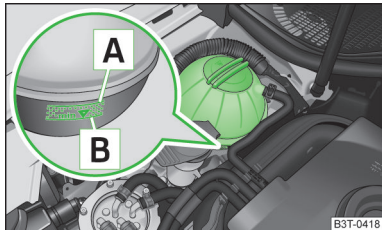

Abb. 137
Zum Nachfüllen nur das Frostschutzmittel verwenden, dessen Bezeichnung auf dem Kühlmittelausgleichsbehälter aufgeführt ist » Abb. 137 auf Seite 156.
- Das Kühlmittel nicht über die Markierung **A** auffüllen » Abb. 137 auf Seite 156.
Der Kühlmittelausgleichsbehälter befindet sich im Motorraum » Abb. 137.
Bildbeschreibung » Abb. 137
- Den Kühlmittelstand am Kühlmittelausgleichsbehälter prüfen » Abb. 137.
Bei betriebswarmem Motor kann das Prüfergebnis ungenau ausfallen. Der Stand kann auch über der Markierung **A** » Abb. 137 liegen.